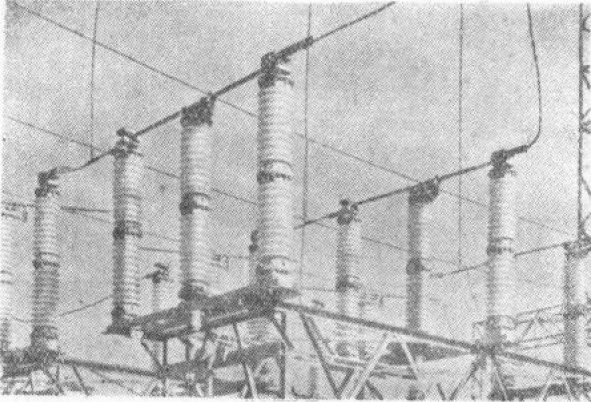

图 1-4
**3. 固定金具** 这种金具是用来将硬母线（矩形、菱形、槽型母线）及软母线固定在支柱绝缘子上，如图1-4所示。